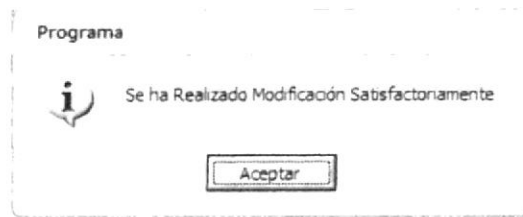

Figura 5.12 Mensaje de Modificación de Botón
5. Si se ha realizado la modificación aparecerá el mensaje (Ver figura 5.12)